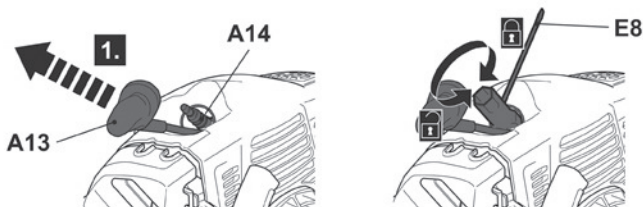

Fig. 77
- > Desaperte a vela de ignição (A14) para a esquerda utilizando a chave para velas de ignição (E8) e remova-a cuidadosamente (Fig. 77).